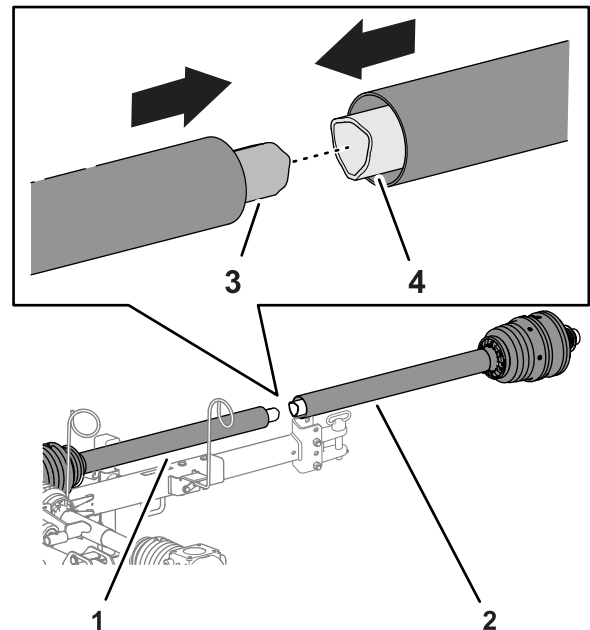

Figura 8
1. Allineate il tubo interno della metà posteriore dell'albero di trasmissione della PDF con il tubo esterno della metà anteriore dell'albero di trasmissione della PDF e unite i tubi (Figura 8).